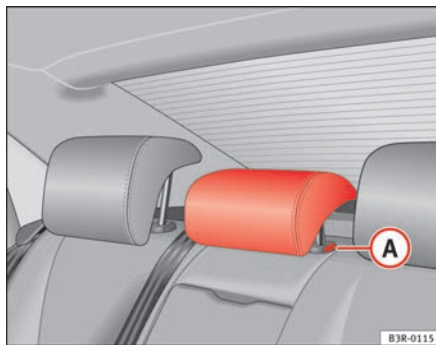

Fig. 112 Sedile posteriore centrale Poggiatesta
- Premere il pulsante (A) ⇒ fig. 112 e abbassare il poggiatesta.
- Premere il tasto (A ⇒ fig. 112) ed estrarre contemporaneamente il poggiatesta.